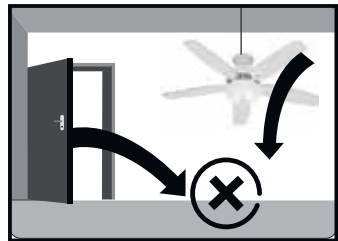

Abbildung 3
- Stellen Sie das Gerät nicht gegenüber Klimaöffnungen, unter Lüfter oder direkt vor Tür- und Fensteröffnungen. (Abbildung 3)